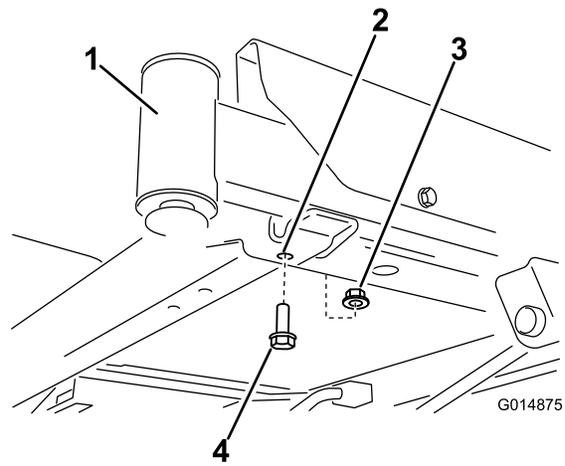

Figura 3
1. Localice los pernos delanteros en la parte inferior del bastidor (Figura 3 y Figura 4).